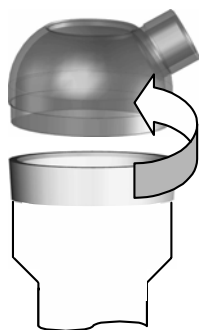

Bild 1
- Ziehen Sie die Verneblerhaube (**8**) vom Medikamentenbecher (**11**) ab, indem Sie beide Teile leicht gegeneinander verdrehen. *Bild 1*